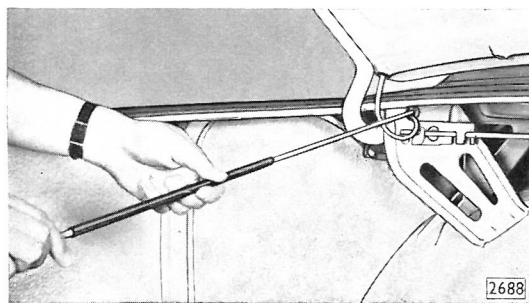

Bild 155 - Linke Drehstabfeder aus Karosserierückwandstütze herausführen
2. Federheber von Feder abziehen. Dann Feder nach links schwenken (Bild 155), von Anschlag am Scharnier abnehmen und aus Karosserierückwandstütze herausführen.